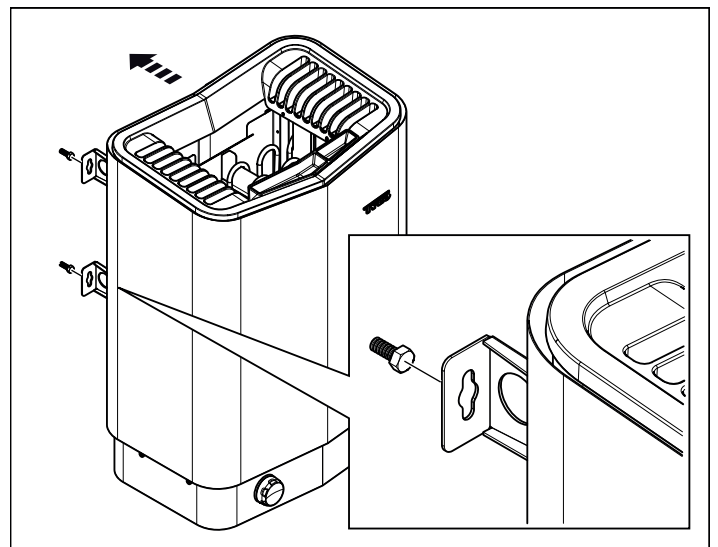

Abb. 10: Aufhängen des Ofens
8. Hängen Sie den Ofen an den Schrauben auf, siehe Abb. 10.